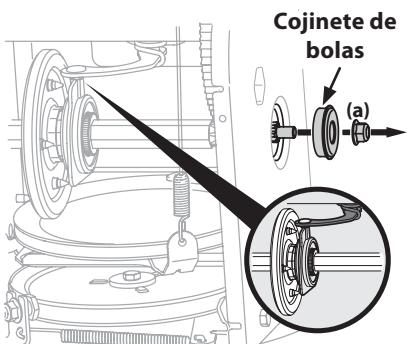

Figura 4-21
5. Extraiga con precaución la tuerca hexagonal (a) que sujeta el eje hexagonal al marco del equipo y golpee ligeramente el extremo del eje a fin de desplazar el cojinete de bolas del lado derecho del marco. Consulte la Figura 4-21.
**NOTA:** Compruebe que el pasador de la palanca de cambios esté en su lugar en el alojamiento del cojinete. Consulte el recuadro la Figura 4-21 inset.